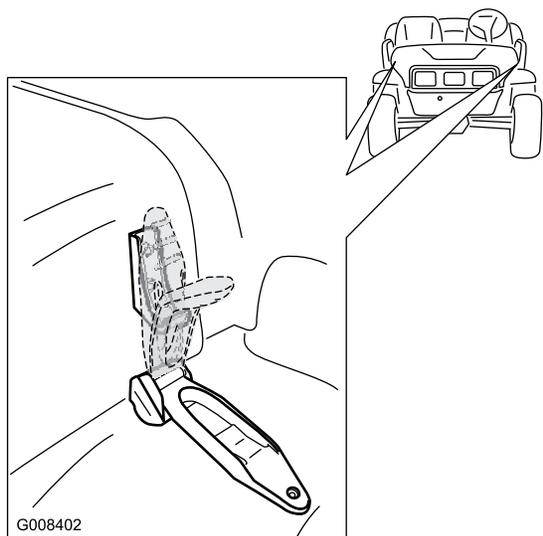

Рисунок 26
1. Поднимите ручки резиновых защелок с каждой стороны капота (Рисунок 26).
2. Закрепите капот, совместив резиновые защелки с фиксаторами защелок с каждой стороны капота (Рисунок 26).